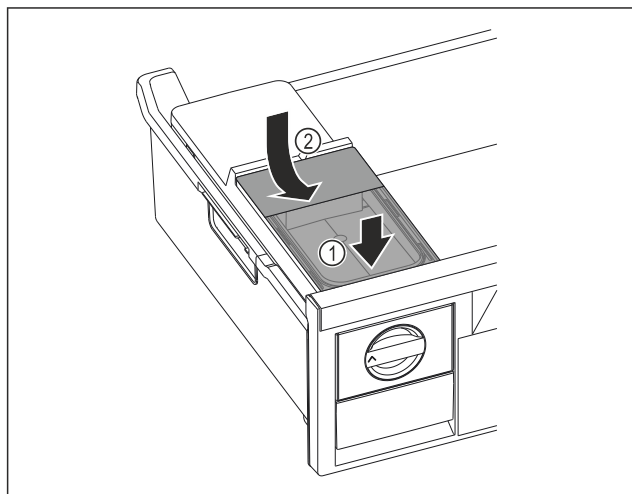

Fig. 104
- ▶ Zbiornik wody wsunąć od przodu Fig. 104 (1)
- ▶ Zbiornik wody opuścić z tyłu Fig. 104 (2)